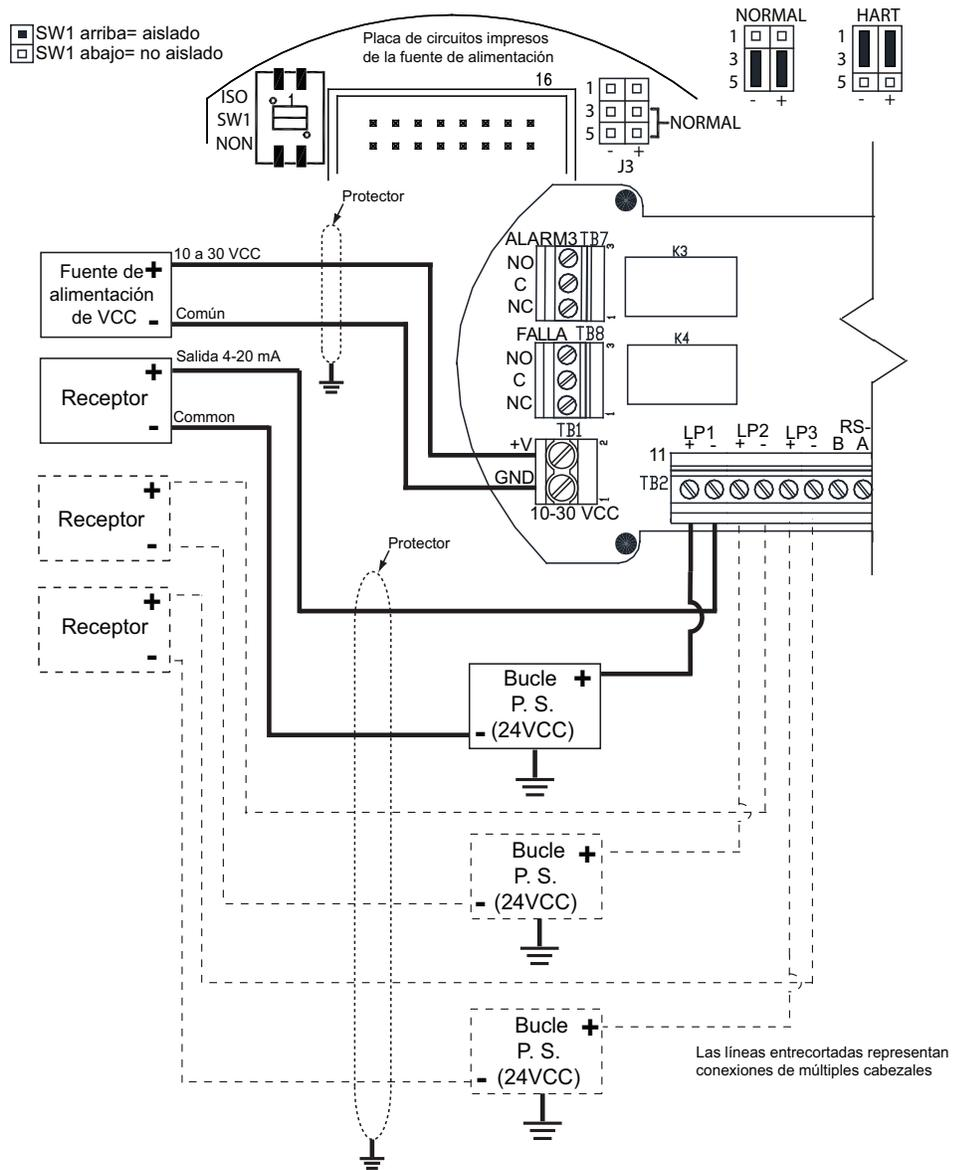
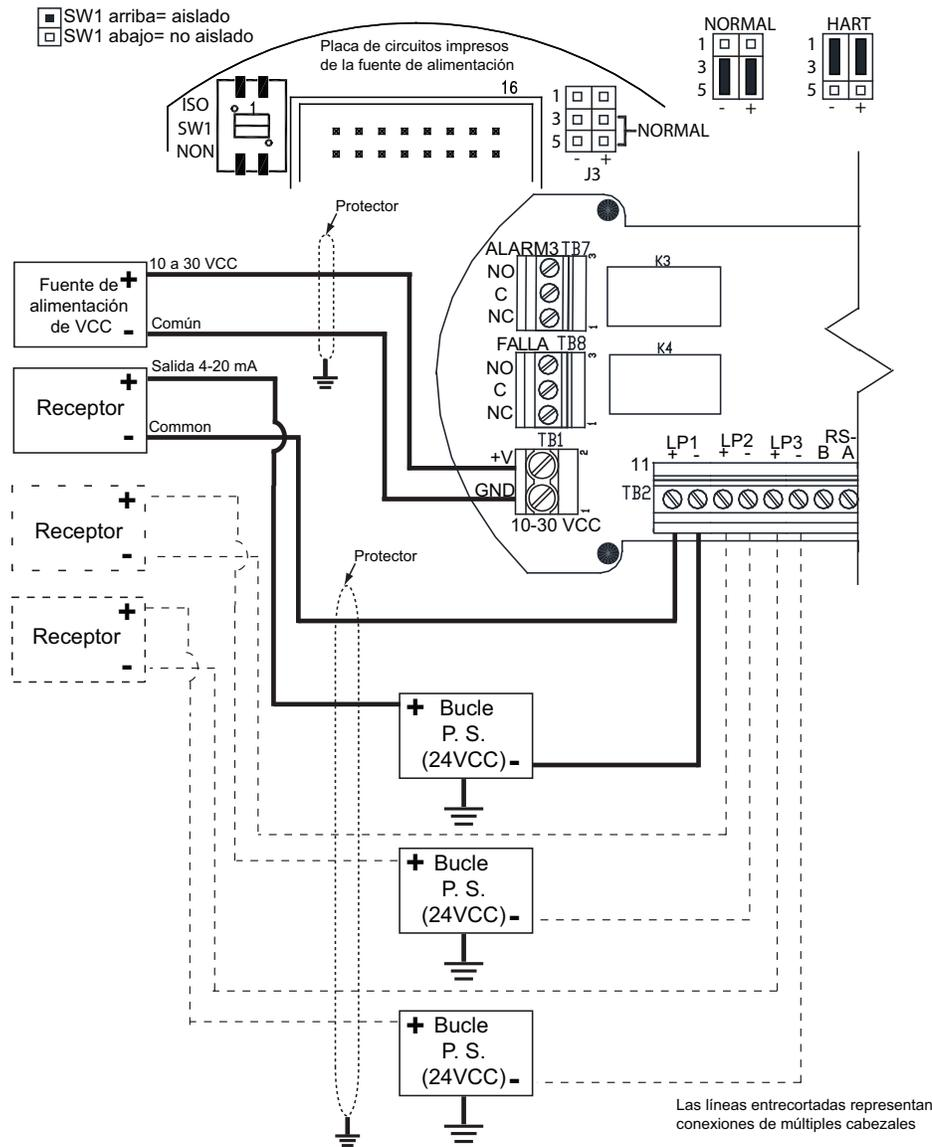

Figura 4-17: Conexión para fuente de 4 cables con fuente de alimentación de bucle aislado
Figura 4-18: Conexión para drenaje de 4 cables con fuente de alimentación de bucle aislado
5. Conecte los conectores positivo (+) y negativo (-) que vienen de los receptores al bloque de terminales 2 (TB2) en el circuito del terminal/relé/MODBUS RS-485 (consulte la Figura 4-17: Conexión para fuente de 4 cables con fuente de alimentación de bucle aislado y la Figura 4-18: Conexión para drenaje de 4 cables con fuente de alimentación de bucle aislado para ver más detalles).